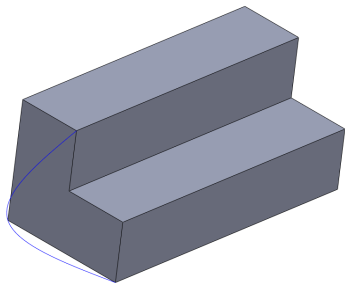

图 7-29 通过参考点创建曲线
(4) 单击【确定】按钮，即可通过参考点创建曲线，效果如图 7-29 所示。